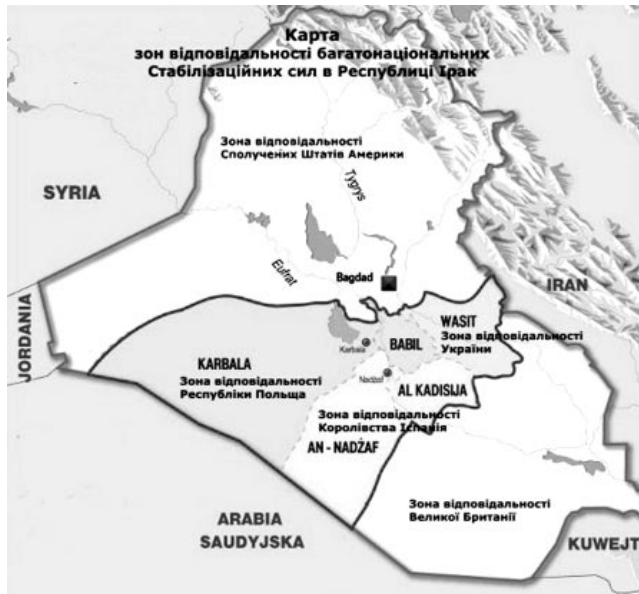

Рис.1
**28 августа 2003 г. украинский миротворческий контингент из состава международных стабилизационных сил в Республике Ирак приступил к самостоятельному несению службы в зоне своей ответственности - провинции Васит (рис.1). Полагаем, что читателям "Конструктора" небезынтересно будет узнать, на какой технике выполняют свою миссию военнослужащие 5-й отдельной механизированной бригады.**